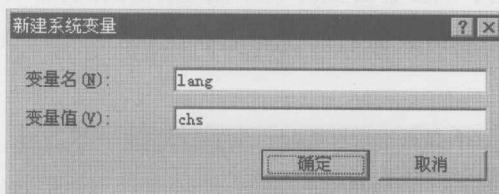

图 1.1.1 “新建系统变量”对话框
- Step5. 在图 1.1.1 所示的“新建系统变量”对话框中，创建 **变量名(N):** 为 lang、**变量值(V):** 为 chs 的系统变量。